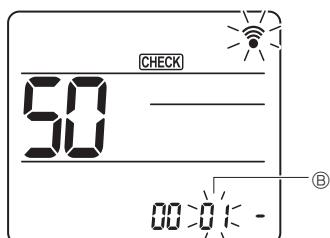

Fig. 6-18
③ Välj ett läge
Tryck på knappen [▼] för att ställa in lägesnummer ③. (Fig. 6-18)